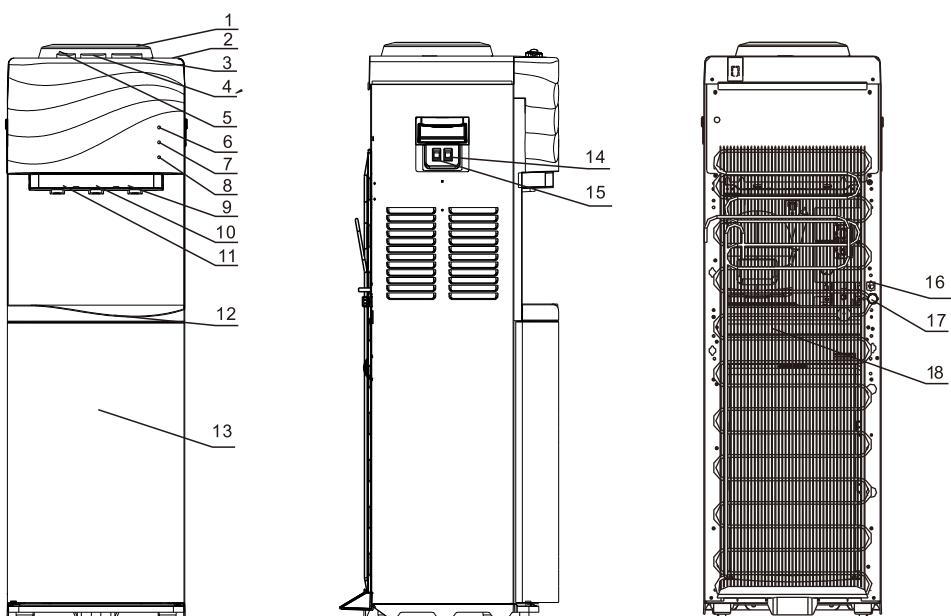

Рис.1. Схема аппарата CH-V950B
3. Возьмите емкость для воды и слейте с краника холодной воды воду. Убедитесь, что горячая вода в аппарате остыла и только после этого слейте горячую воду с краника горячей воды. Остатки воды в системе необходимо слить, открыв пробку из отверстия для слива воды, расположенного на задней стенке аппарата (рис.1 - 13). Вставьте пробку обратно в отверстие для слива воды.
Через 5-6 часов слейте раствор из системы: слейте воду из краников холодной и горячей воды, остатки раствора слейте через отверстие для слива воды (рис.1 - 13). После закрутите колпачок обратно на место.
8. Промойте аппарат чистой водой (необходимо залить в систему около 4 литров чистой воды и слить через кранники горячей и холодной воды, отверстие для слива воды (рис.1 - 13)). При необходимости повторите процедуру. Вставьте пробку обратно в отверстие для слива воды.